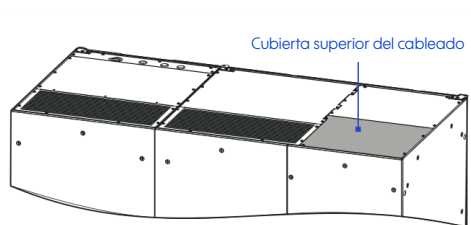

Figura 3-36 Ubicación de la cubierta superior del cableado del UPS-IND HF 13800
2. Utilice el desarmador para desenroscar los tornillos de fijación de la cubierta superior del cableado (como se muestra en la figura 3-36).